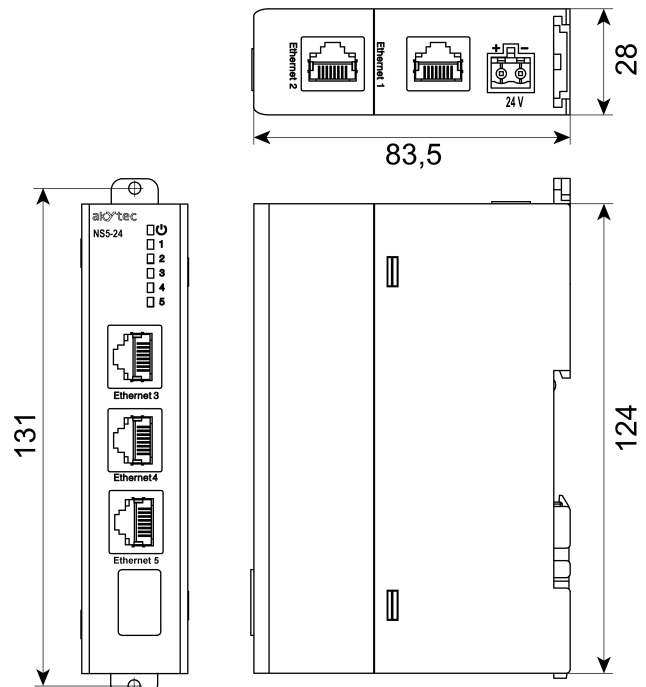

Abb. 2 Abmessungen
1. Stellen Sie sicher, dass ein freier Raum für den Anschluss des Geräts und die Verkabelung vorhanden ist. Beachten Sie die Abmessungen des Gerätes (siehe Abb. 2).
2. Bereiten Sie die Montagelöcher an der vertikalen Fläche entsprechend den Abmessungen vor (siehe Abb. 2).